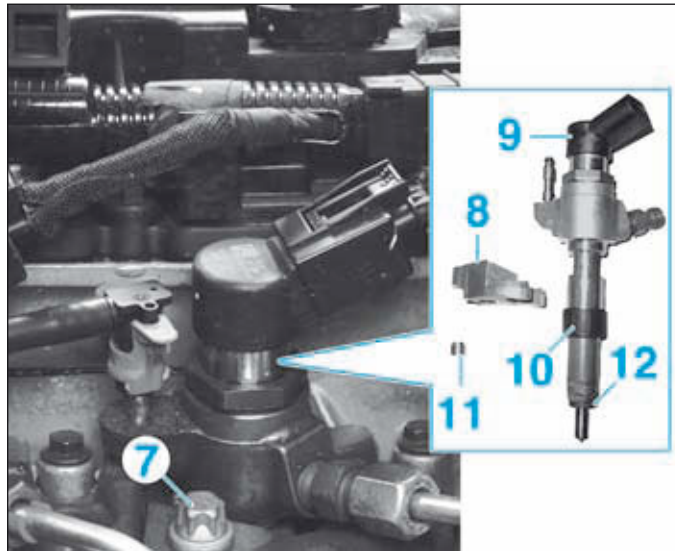

FIG.53
- Sur chaque injecteur, déposer (Fig.53) :
- l'injecteur (9),
- le fourreau porte-injecteur (10),
- le grain d'appui (11),
- la rondelle d'étanchéité (12) en utilisant si nécessaire l'outil [1].